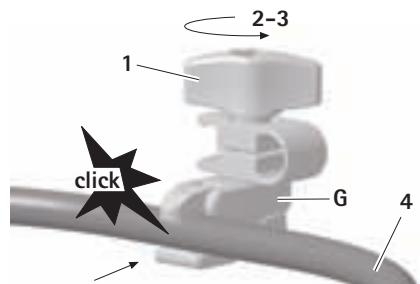

Fig. 6
- Encliquer la pince de fixation G dans la position souhaitée sur le cadre 4 (BV814R/BV815R), voir Fig. 6.